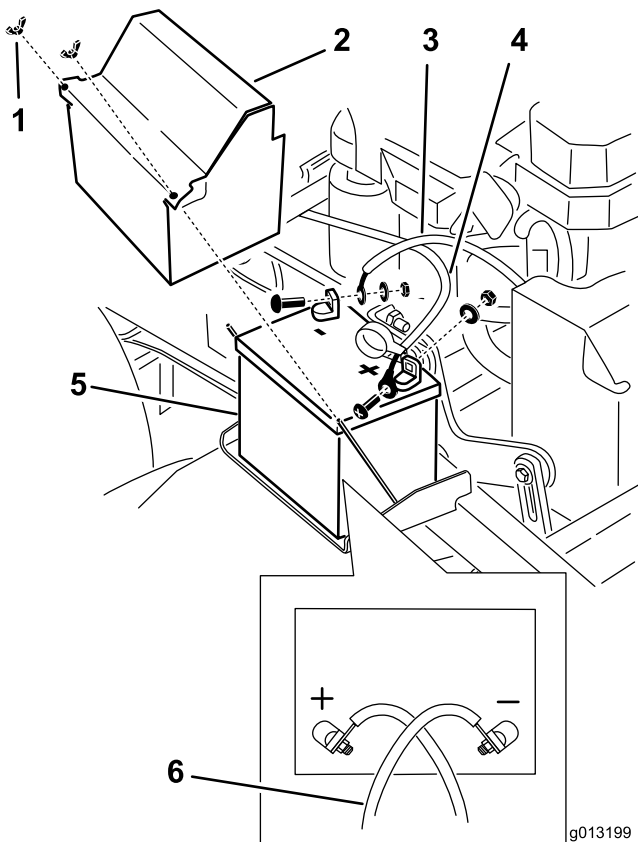

Figura 52
3. Desconecte el cable negativo del borne negativo (-) de la batería (Figura 52).
5. Retire el cable positivo (rojo) de la batería (Figura 52).
6. Retire la pletina de sujeción de la batería (Figura 52), y retire ésta.
1. Coloque la batería en la máquina (Figura 52).
3. Conecte primero el cable positivo (rojo) al borne positivo (+) de la batería con una tuerca, una arandela y un perno (Figura 52).
5. Conecte el cable negativo y el cable de tierra al borne negativo (-) de la batería con una tuerca, una arandela y un perno (Figura 52).
Nota: Los cables de la batería se cruzan cuando están correctamente instalados (Figura 52).